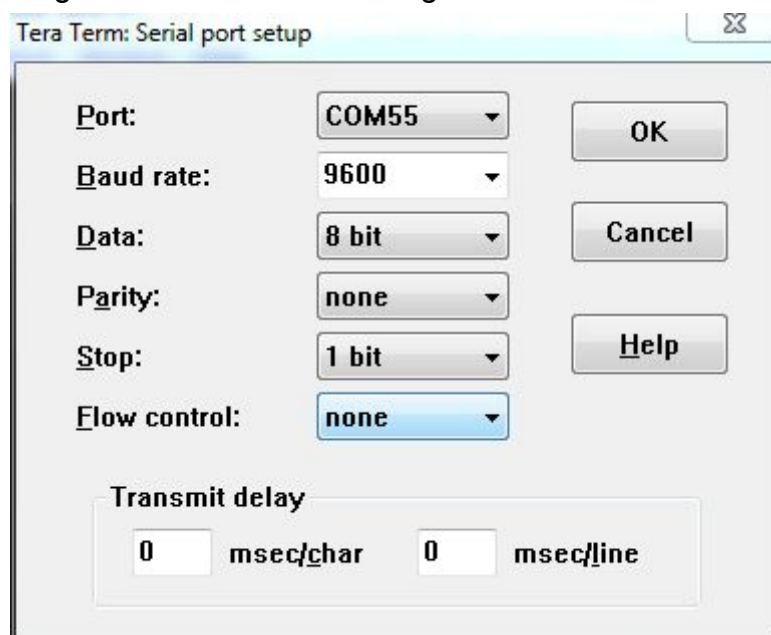

Figure 2: Configuration de la console de communication
- 3.5. Lancer un logiciel de communication série, comme TeraTerm, et le configurer comme montre la Figure 2.